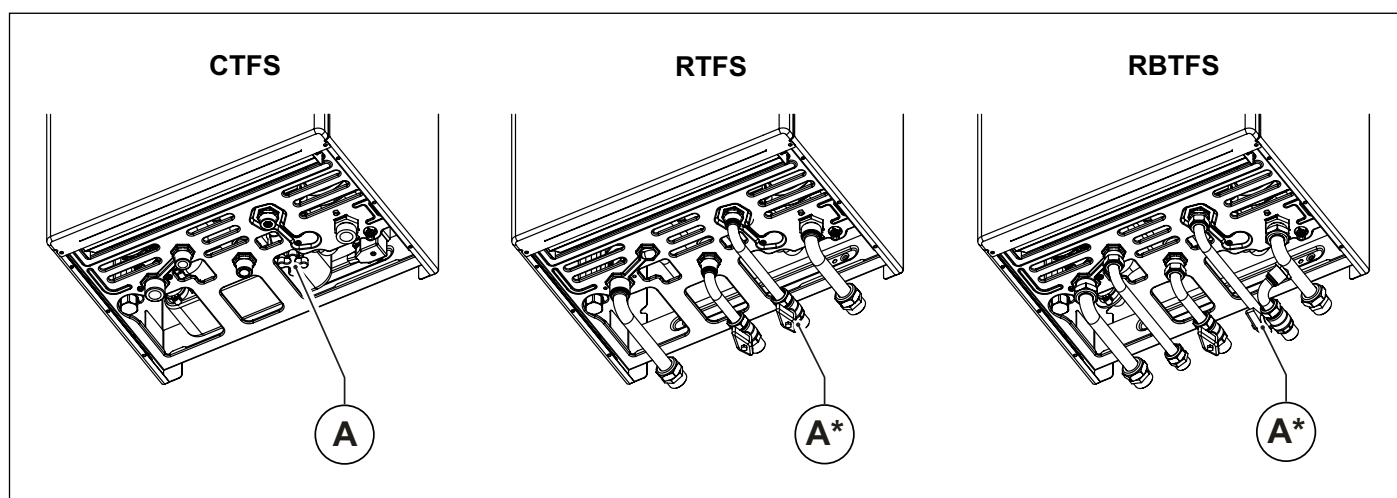

Рис. 2 Кран підживлення - (A*) опція.
Необхідно відкрити кран заповнення (A) і заповнити систему (див. Рис. 2 Кран підживлення - (A*) опція.).